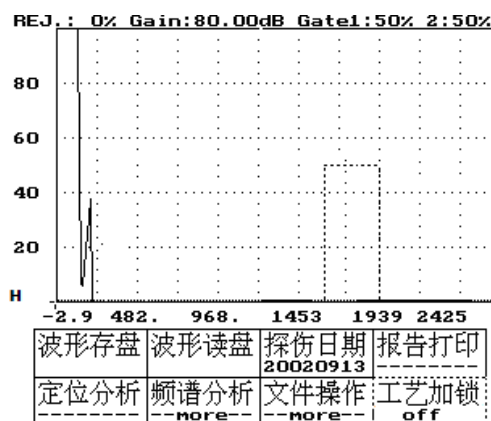

图 24-1
- 2、按方向键——将虚框移到工艺加锁，如图 24-1 所示。